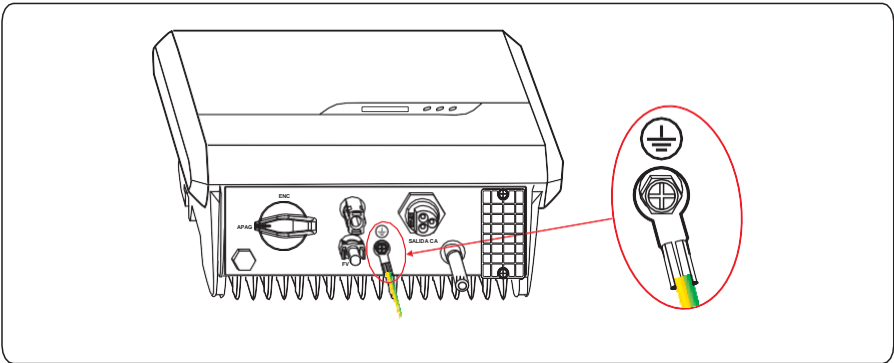

Figura 5.4 Fijación del cable PGND
Paso 4 Fije el cable PGND (mediante los pasos 1 y 2) con ayuda del tornillo de tierra y apriete el tornillo con un par de torsión de 1,2 Nm usando una llave de tubo, tal como se muestra en la figura 5.4.